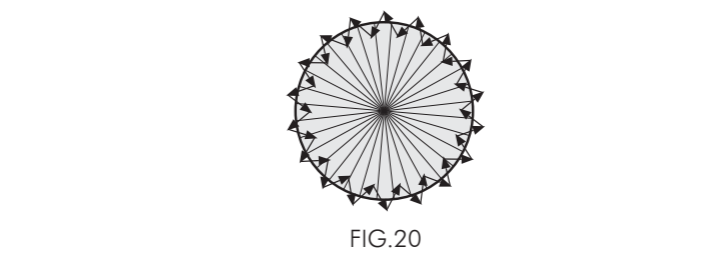

FIG.20
- 4.4.4 Camine desde el exterior hasta el patrón de detección hasta que el LED se encienda durante aproximadamente 2 segundos y luego se apague, el siguiente disparador debe tener un intervalo de 2 segundos (Ver FIG.20)